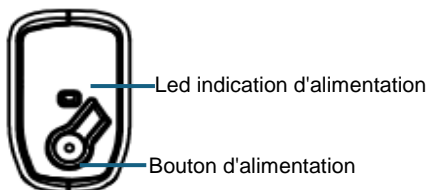

Fig. 15
1. Appuyez sur le bouton d'alimentation «  sur l'unité d'affichage multi-contrôle pour allumer l'écran (Fig. 15).